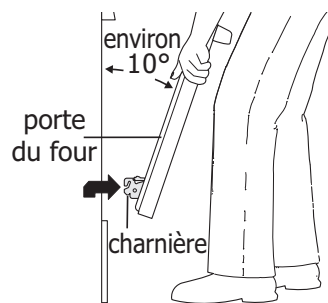
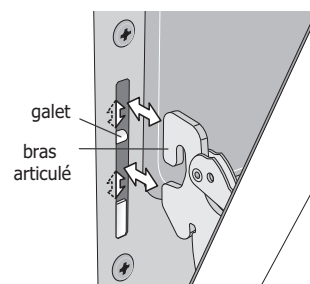

Figure 23 : Soutien de la porte pour la dépose
Figure 24 : Repose du bras articulé et du galet
3. Saisir fermement les deux côtés de la porte du four. Ne pas la soulever par la poignée (voir Figure 23).
4. Ouvrir la porte à un angle d'environ 10 degrés du cadre de porte (voir Figure 23).
5. Soulever les bras articulés hors des galets situés de part et d'autre du cadre de four (voir Figure 24).
1. Saisir fermement les deux côtés de la porte du four. Ne pas la soulever par la poignée (voir Figure 23).
2. Tout en tenant la porte au même angle que pour la dépose, asseoir le crochet du bras articulé sur les galets situés de part et d'autre du cadre de four (voir Figure 23 et Figure 24). Le crochet du bras articulé doit s'asseoir fermement sur les galets.